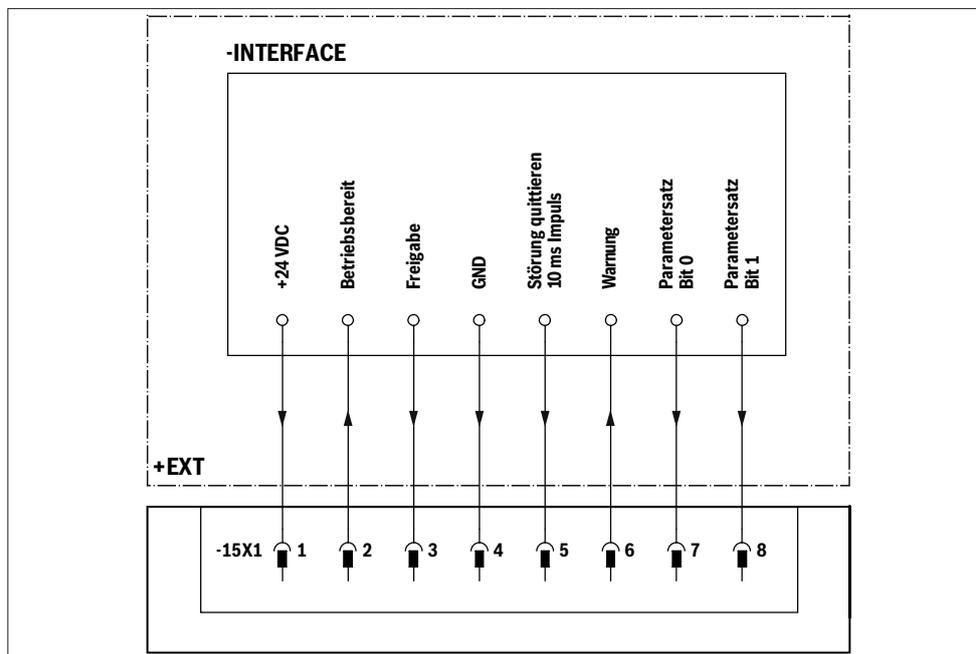

Abb. 21: Belegung Anschluss 15X1: 24 V-Schnittstelle
- Belegen Sie die Leitungsdose als Schnittstelle zur übergeordneten Maschinensteuerung wie in Abb. 21 dargestellt: